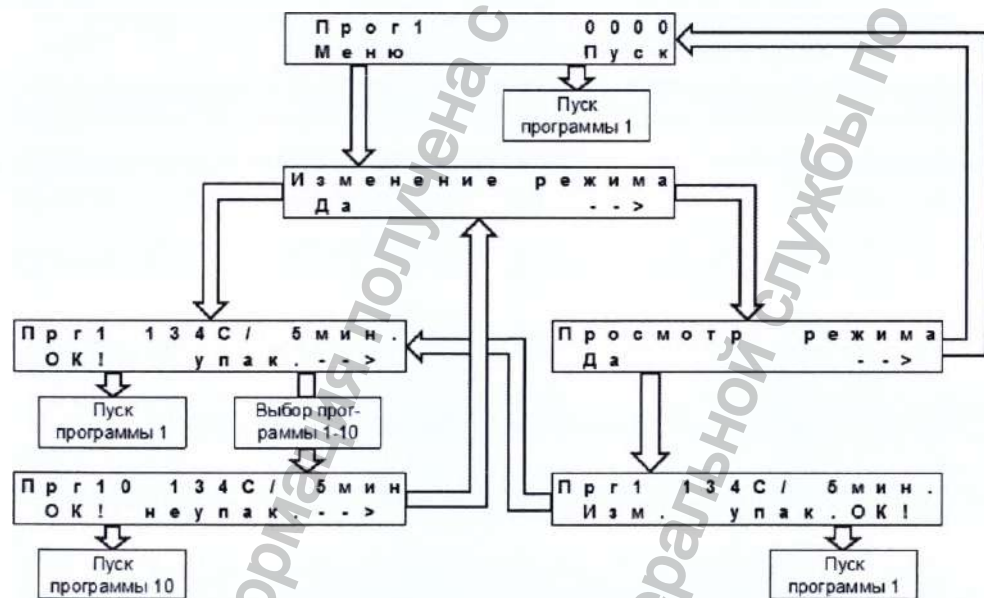

Рисунок 4 – Алгоритм выбора режимов работы стерилизатора
2.3.1 Включите сетевой выключатель, при этом включится подсветка дисплея и индицируется основное меню (см. рисунок 4).
Рекомендации по выбору программы стерилизации изделий медицинского назначения в данном стерилизаторе приведены в приложении В. Для выбора программы стерилизации в режиме основного меню нажать кнопку ввода 6. В соответствии с алгоритмом выбора режимов работы (см. рисунок 4) выбрать одну из десяти заложенных программ и запустить режимы стерилизации (программы 1-10) нажатием кнопки ввода соответствующего поля.